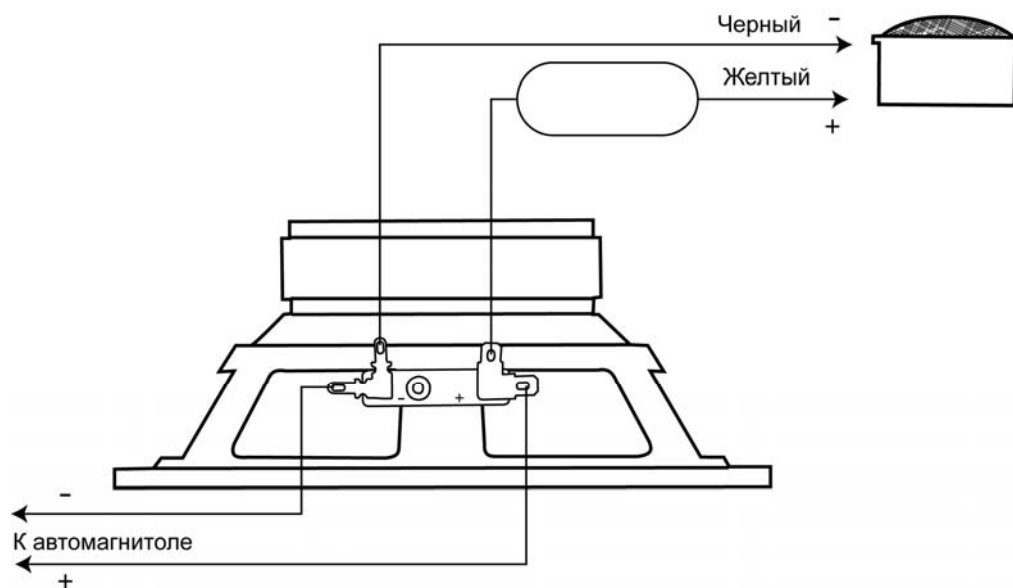

Рис. 3. Схема подключения акустической системы.
6. Подключите ВЧ-динамик к НЧ-динамике, а последний - к автомагнитоле или усилителю, как показано на рис. 3.
Подключите ВЧ-динамик и НЧ-динамик, как показано на рис. 3.